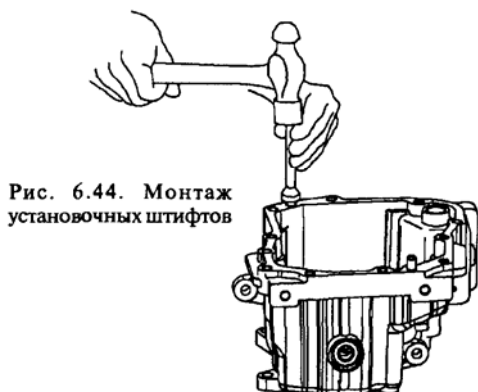

Рис. 6.44. Монтаж установочных штифтов
6. Вставьте два установочных штифта в отверстия поверхности разьема заднего картера, как показано на рис. 6.44.